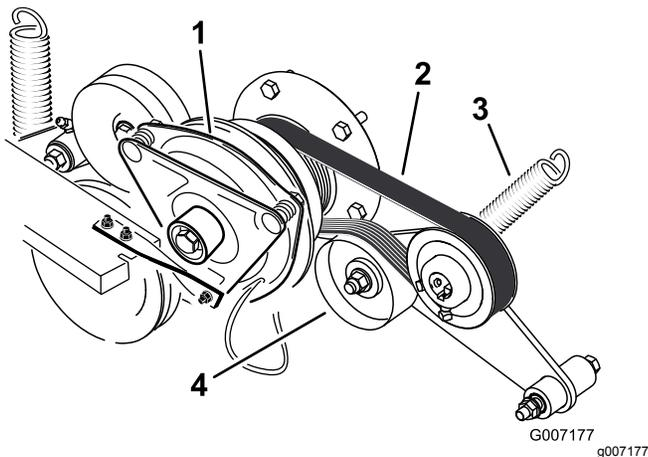

Bild 90
3. Entfernen Sie die Feder vom Spannarm (**Bild 90**).
4. Legen Sie einen neuen Riemen um die Riemenscheibe des Motors und der Hydraulikpumpe (**Bild 90**).
6. Haken Sie die Feder wieder in den Spannarm (**Bild 90**).